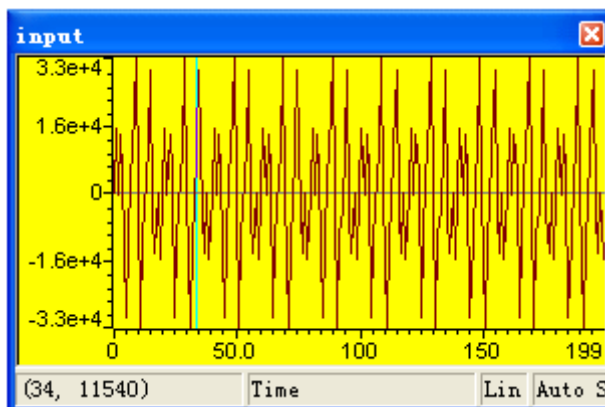

图 4-6
4.4.3、如果出现的波形图太大，在图形上点右键，将”Allow Docking”、”Float in main window”之前的勾去掉，即会变成如图 4-6 的波形：